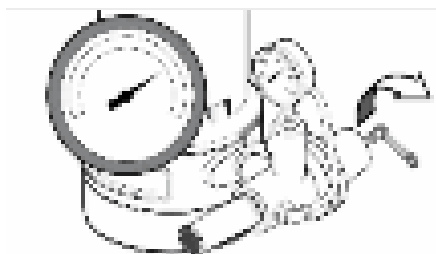

Figura 14A: Abra la válvula reguladora
4. Una vez que la unidad se haya cebado y la presión se haya estabilizado, abra lentamente (gire en sentido antihorario - Figura 14A) la válvula reguladora hasta que la presión descienda (la aguja del manómetro oscila; la bomba puede volverse ruidosa - Figura 14B). En este punto, cierre (gire en sentido horario) la válvula reguladora ligeramente hasta que la presión se estabilice. Esta configuración proporciona el flujo máximo (Figura 14C).